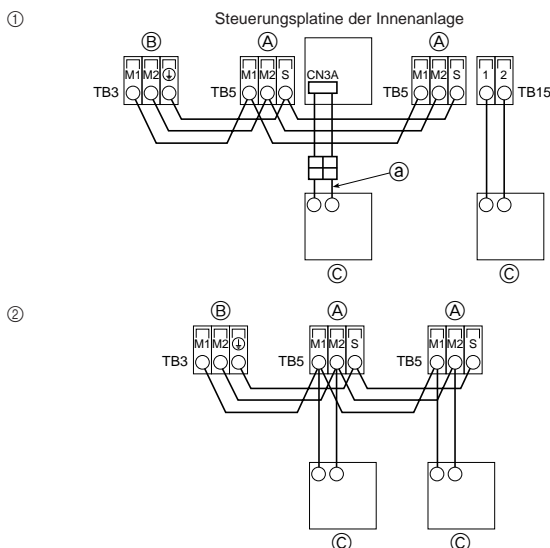

Fig. 7-2
7.2. Anschluss der Fernbedienungs-, Innen- und Außenübertragungskabel (Fig. 7-2)
① MA-Fernbedienung